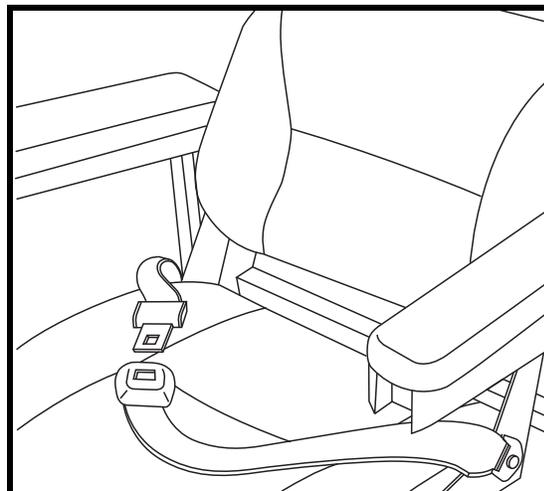

Figure 20. Ceinture de positionnement
Votre fauteuil motorisé peut être équipé d'une ceinture de positionnement réglable pour un meilleur confort. **Voir la figure 20.** La ceinture de positionnement, réglable, a été conçue pour soutenir et empêcher tout glissement vers les bas ou vers l'avant une fois assis. La ceinture de positionnement n'a pas été conçue pour être utilisée comme ceinture de sécurité.
1. Prenez place sur le siège, insérez la patte métallique d'un côté dans le boîtier de la boucle du côté opposé jusqu'à ce que le « clic » se fasse entendre. **Voir la figure 20.**